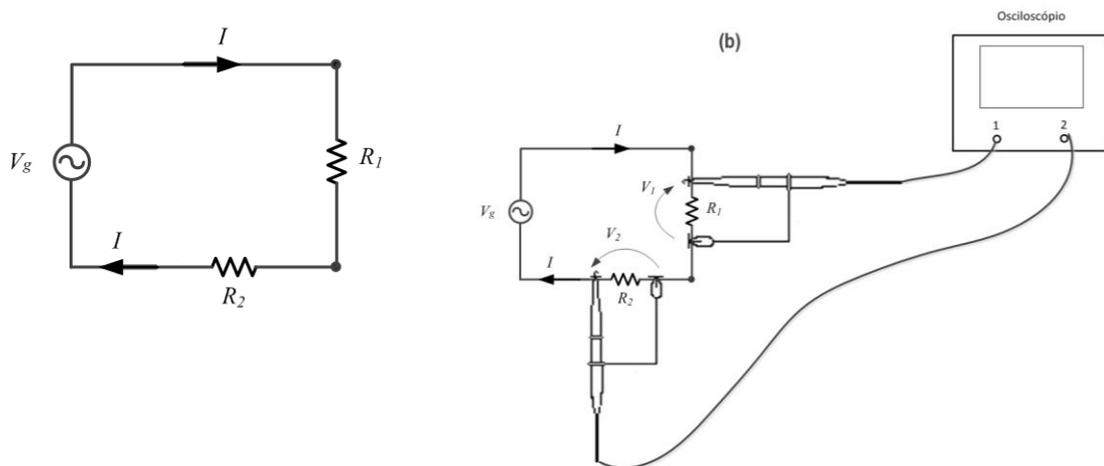

Figura 3 – Esboço da montagem para medição simultânea de tensão e corrente com o osciloscópio.
- Monte o circuito mostrado na Figura 3 com $R_1 = 10 \text{ k}\Omega$ e $R_2 = R_{shunt} = 100 \Omega$.